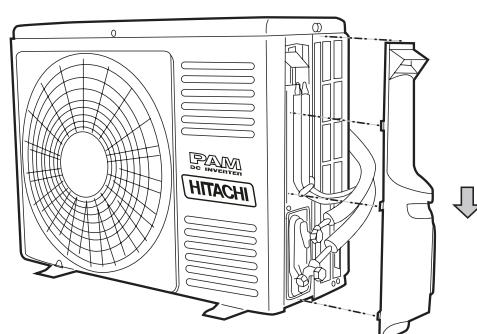
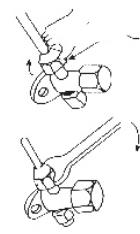

图21
图23
- (1) 将右侧板上边盖拆开。(如图21)
- (2) 将截止阀树脂封帽拆开。
- (3) 在截止阀与管的喇叭口处涂少许润滑油，然后按图23所示拧紧纳嘴。
- (4) 按图23所示用扳手牢固地将纳嘴扳紧，扭矩力按表(5)规定执行。